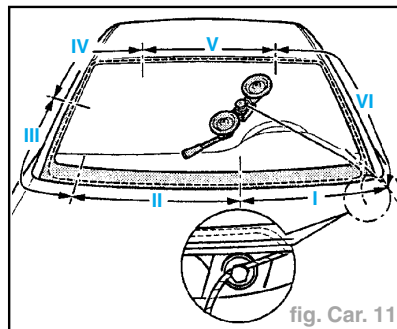

fig. Car. 11
- Mettre le dispositif d'enroulement VAG 1654 en "position I" (fig. Car. 11).